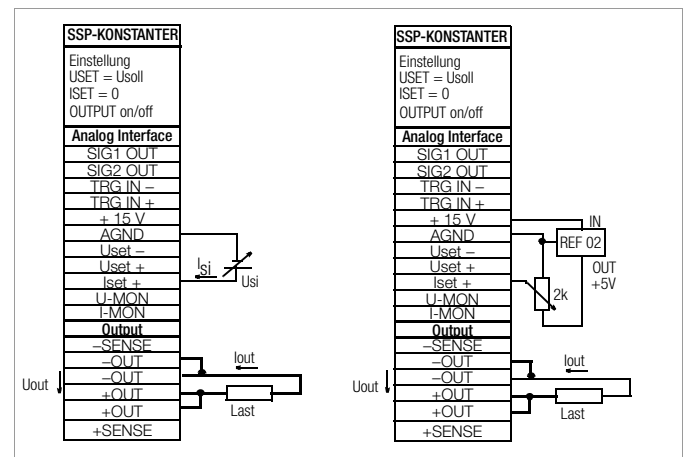

Bild 5.5 Verdrahtung für Steuerung des Ausgangsstromes durch externe Spannung / durch externes Potentiometer
- Die Steuerspannung **Usi** darf **lastseitig nicht** mit dem **Ausgangs-Minuspol** verbunden sein. (Bild 5.5)
- Soll die **Ferneinstellung** des **Ausgangsstromes** mittels **Potentiometer** erfolgen, kann die Beschaltung nach Bild 5.5 erfolgen.